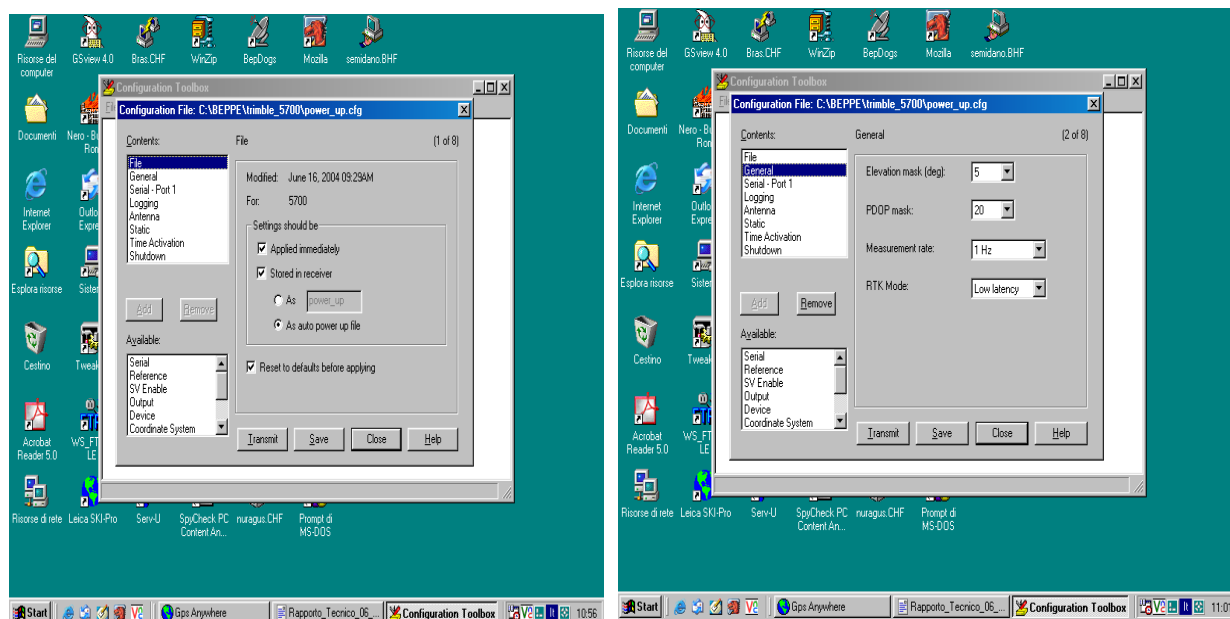

Fig. 2 – Voci File e General del programma Ctoolbox per Trimble 5700.
i) alla voce *File* devono essere attivate le opzioni *Applied Immediately* e *Stored in the Receiver*, oltre che l'opzione *As auto power_up file* che fa sì che quest'ultimo file di configurazione venga eseguito all'accensione del ricevitore (Fig. 2);
essere superiore al valore di default 7 , e per le nostre latitudini è stato ottimizzato ad un valore di 20, tale valore consente di superare un baco del firmware e porre il ricevitore in registrazione anche in presenza di una pessima copertura satellitare (vedi Fig.2);